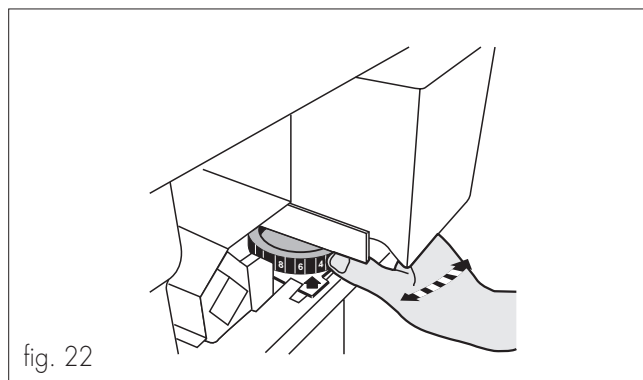

fig. 22
- Regolare l'indice della macinatura del caffè su uno dei seguenti valori, ruotando la manopola (fig. 22):